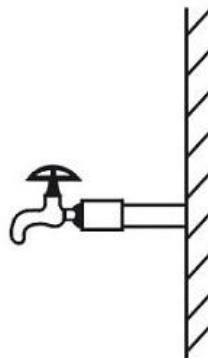

Fig. 10: Raccordo a 3 uscite
1. Utilizzare un connettore a 3 vie per installare la valvola a sfera. Quindi collegare il rubinetto al connettore a 3 vie (Fig. 10, 11). Se si utilizza una valvola riduttrice di pressione, anche questa va collegata allo stesso modo (vedi Fig. 12).